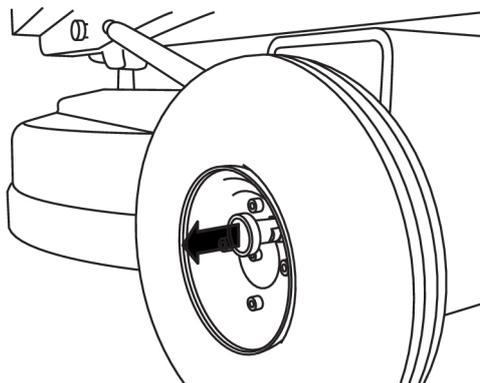

Рисунок 4-3. Отсоединение колес
1. Отсоедините колеса, вытянув стопорный штифт, см. Рисунок 4-3, стр. 19.
Вращая рукоятку в передней части опорного колеса, отрегулируйте его высоту таким образом, чтобы машина заняла наклонное положение, а шлифовальная головка не касалась пола. Шлифовальную машину можно перемещать вручную перед собой. Убедитесь в том, что колесо разблокировано, как показано на Рисунок 4-3, стр. 19.